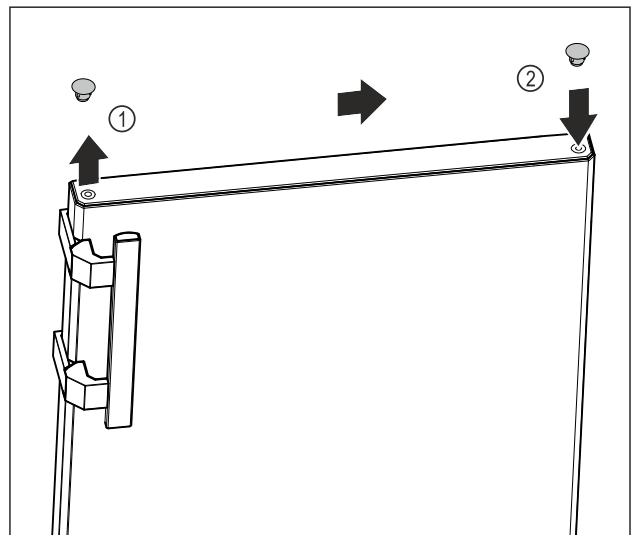

Fig. 13
- ▶ Ngrini lart me kujdes tapat mbuluese të anës së derës Fig. 13 (1) me një kaçavidë me kokë petë.
- ▶ Vendosni tapat mbuluese në anën e kundërt. Fig. 13 (2)